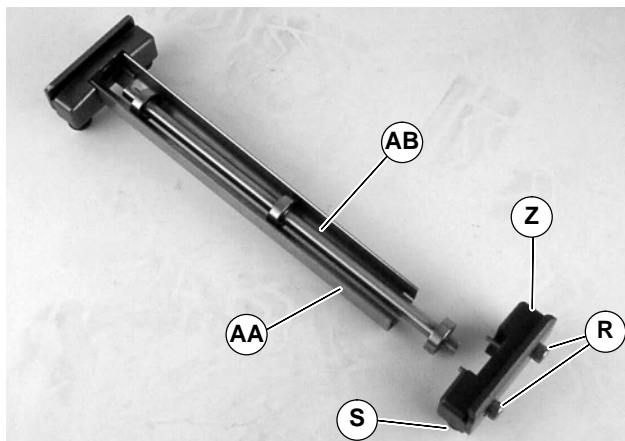

Figure 16
- Zubehör-Bauteile zusammentragen (Abb. 16).